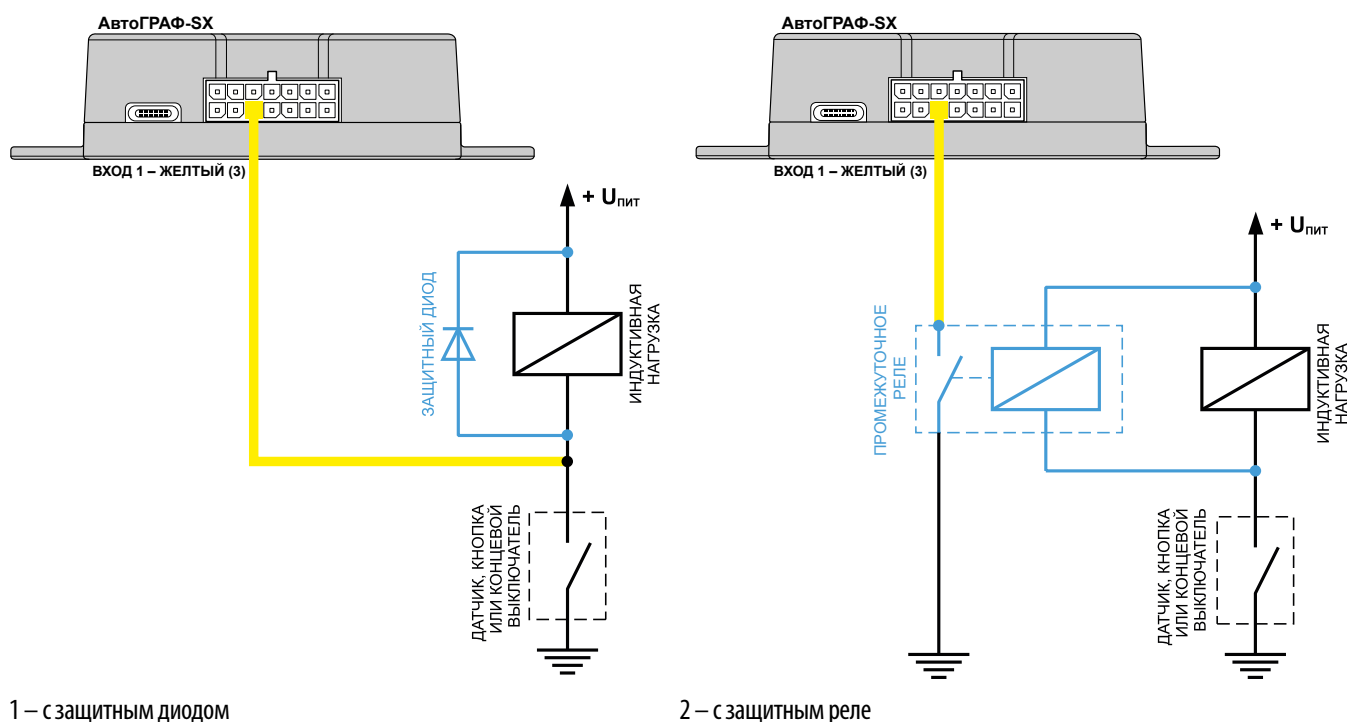

Рис.14. Варианты подключения цифрового входа по «-» в цепь с индуктивной нагрузкой.
1. Защитный диод (Рис.14, 1) – устанавливается параллельно индуктивной нагрузке. При этом прямой ток защитного диода ($I_{\text{диода, прямой}}$) должен быть не менее $1.5 \cdot I_{\text{удержания катушки}}$. Если ток удержания катушки неизвестен или есть сомнения, следует использовать схему включения с защитным реле.
2. Защитное реле (Рис.14, 2) – устанавливается параллельно индуктивной нагрузке. При этом контакты защитного реле служат для замыкания входа контроллера на «массу».